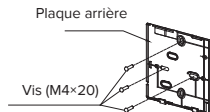

Fig. 3-5
- Pour un montage affleurant, fixer la plaque arrière sur le mur avec les 3 vis (M4x20) et les chevilles. (Fig. 3-5)